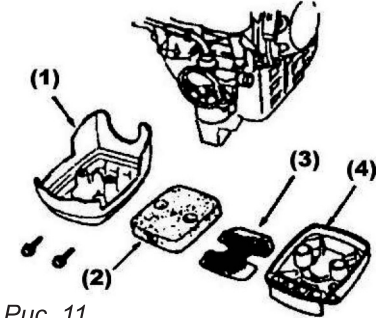

Рис. 11
9.1 .Воздушный фильтр (рис. 11)